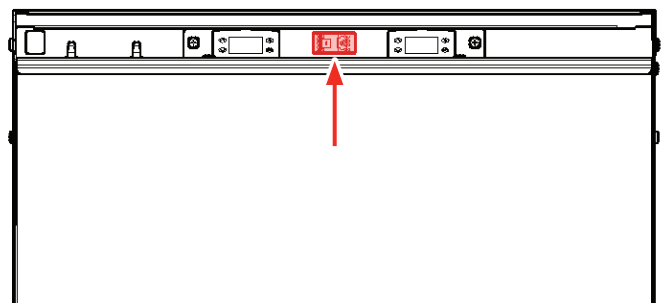

Fig. 6
10. Mueva el interruptor de encendido a la posición «ON» [Encendido] para iniciar la unidad (Fig. 6).